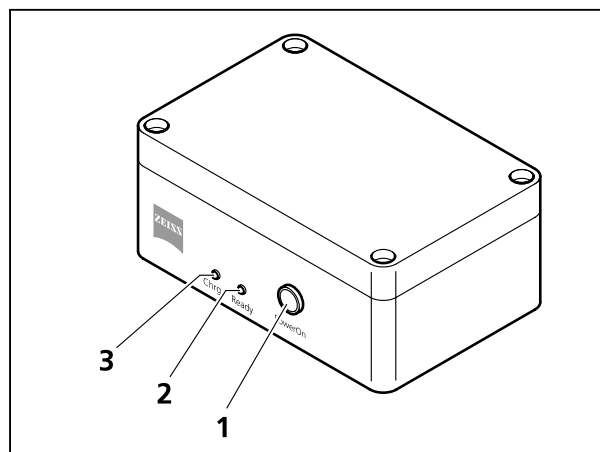

Fig. 14 Boîtier de batterie
Lorsque le boîtier de batterie est raccordé à une prise de secteur par le biais de l'adaptateur secteur du microscope, la lampe témoin verte **Ready** (Fig. 14/2) s'allume. Les accumulateurs sont mis en charge automatiquement.
La lampe témoin de charge **Chrg** (Fig. 14/3) de couleur jaune s'allume pendant la durée du chargement des accumulateurs et s'éteint dès que les accumulateurs sont chargés.
- Pour mettre la batterie en marche, appuyez brièvement sur le bouton **PowerOn** (Fig. 14/1).